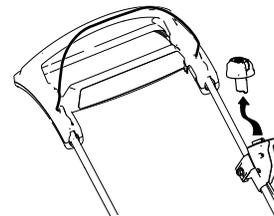

Figure 21
1. Retirez le bouton de démarrage électrique (Figure 21).